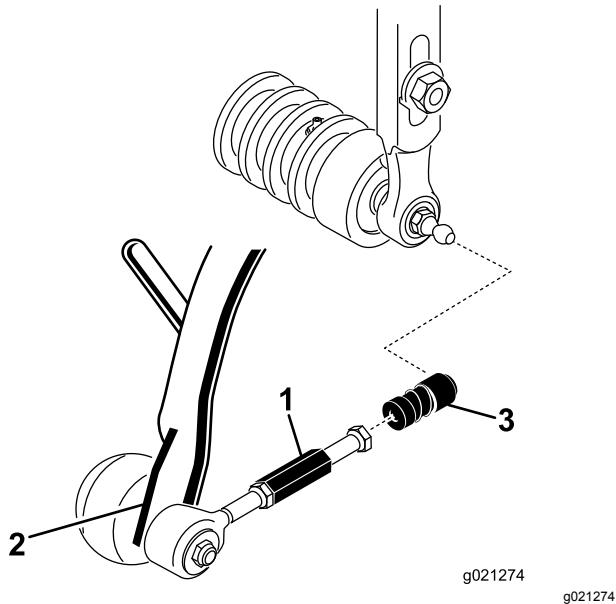

Figura 10
- Deslice hacia atrás el manguito de cada casquillo receptor de la articulación esférica y enganche el receptor sobre el espárrago con bola de la unidad de corte (Figura 10).